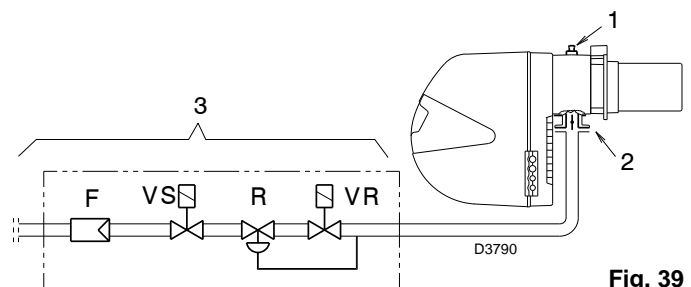

Fig. 39
Pressão do gás no tubo de tomada 1)(Fig. 39), com:
Perda de carga registro borboleta gás 2)(Fig. 39) com abertura máxima: 90°.
Perda de carga rampa de gás 3)(Fig. 39) compreende:
- Subtrair à pressão do gás na toma 1)(Fig. 39) a sobrepressão da câmara de combustão.
- Pressão do gás no tubo de tomada 1)(Fig. 39) = 8 mbar
Pelo contrário, para conhecer a pressão do gás necessária na toma 1)(Fig. 39), uma vez fixada a potência MÁX à qual se deseja que o queimador funcione:
- Ler à direita, coluna 1, a pressão na tomada 1)(Fig. 39).
pressão necessária na tomada 1)(Fig. 39).